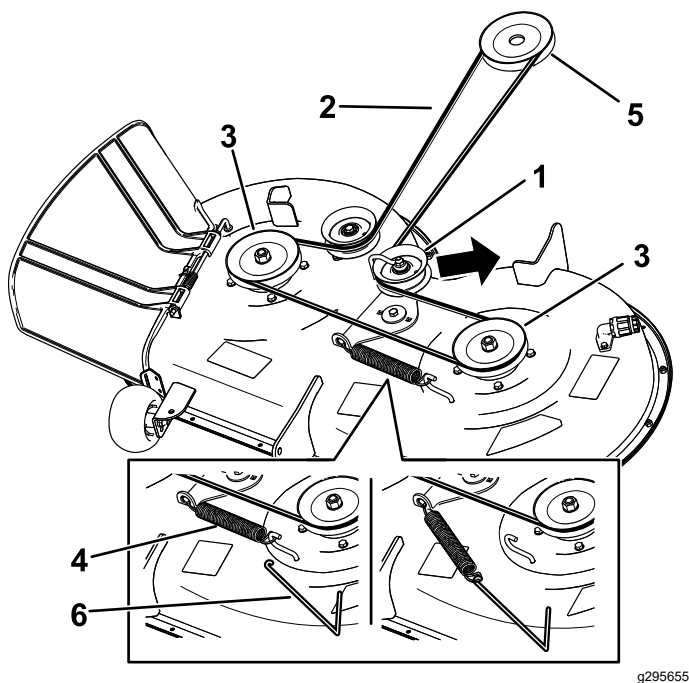

Figura 57
7. Utilizând un instrument de îndepărtare arcuri (nr. piesă Toro 92-5771), îndepărtați arcul rolei de ghidare din cârligul punii pentru a detensiona fulia rolei de ghidare și îndepărtați cureaua de pe fulii (Figura 57).
8. Amplasati cureaua nouă în jurul fuliilor motorului și ale mâinii de tuns iarba (Figura 57).
9. Utilizând un instrument de îndepărtare a arcurilor (nr. piesă Toro 92-5771), montați arcul rolei de ghidare pe cârligul punii și tensionați fuliile rolei de ghidare și cureaua mâinii de tuns iarba (Figura 57).